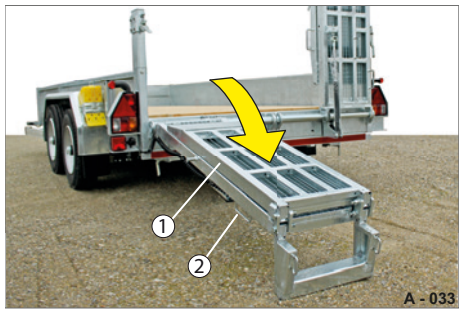

Abb. 35 Auffahrrampe ablassen
- ▶ Halten Sie die Auffahrrampe von außen an dem Griff (Abb. 35/2) fest.
- ▶ Ziehen bzw. Drücken Sie die Auffahrrampe (Abb. 35/1) herunter, bis der Stützfuß am Untergrund aufliegt.